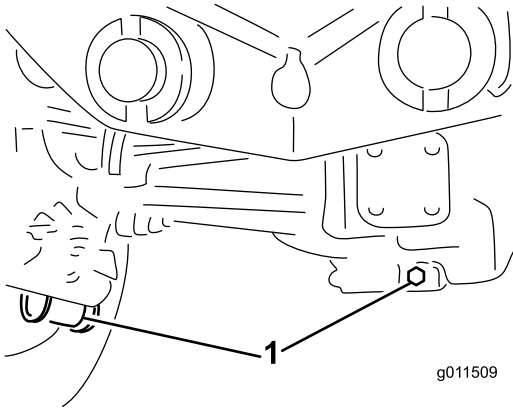

Bild 95
- Reinigen Sie den Bereich um die drei Ablassschrauben, d. h. jeweils eine an beiden Enden und eine in der Mitte (Bild 95).